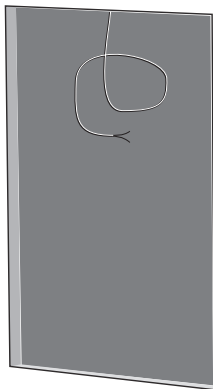

Fig. 3. Drywall Cutout with Speaker Cable
3. Poprowadź przewód głośnikowy w to miejsce (rys. 3). Zostaw wystarczająco dużo wolnego miejsca, aby wykonać połączenia, gdy nadejdzie odpowiedni czas. Przymocuj kabel głośnika, aby nie przesunął się i nie grzechotał podczas pracy. Upewnij się, że kabel głośnikowy nie styka się z gwoździami lub śrubami, które mogą uszkodzić izolację elektryczną.